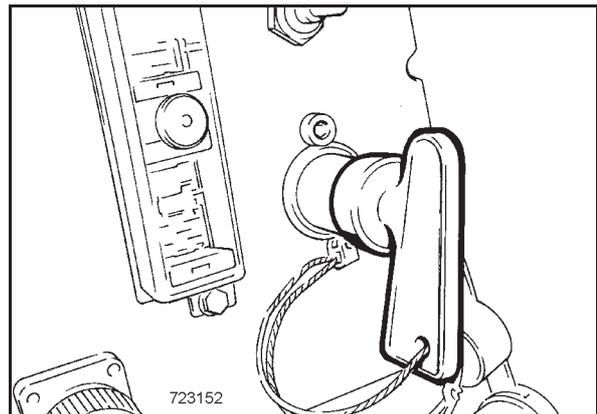

Bild 86
- Batterie Hauptschalter (Bild 86) muss eingeschaltet sein.